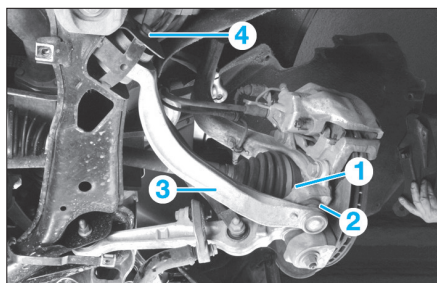

Fig. 18
- Dévisser l'écrou (1) de la rotule (2) du bras de guidage (3) jusqu'à ce que la partie supérieure de l'écrou coïncide avec l'extrémité du filetage de la rotule (Fig.18).
- Déposer la vis de fixation (4) du bras de guidage inférieur arrière sur le berceau et le déposer (Fig.18).